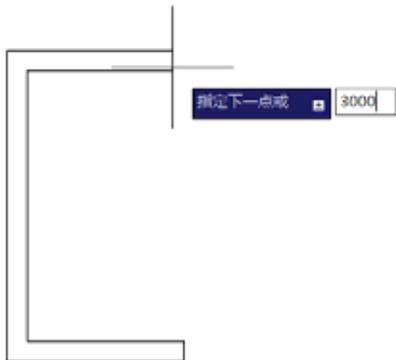

图 2-45
STEP 04 将光标向右移动, 并输入数值 3000, 按 Enter 键, 如图 2-45 所示。